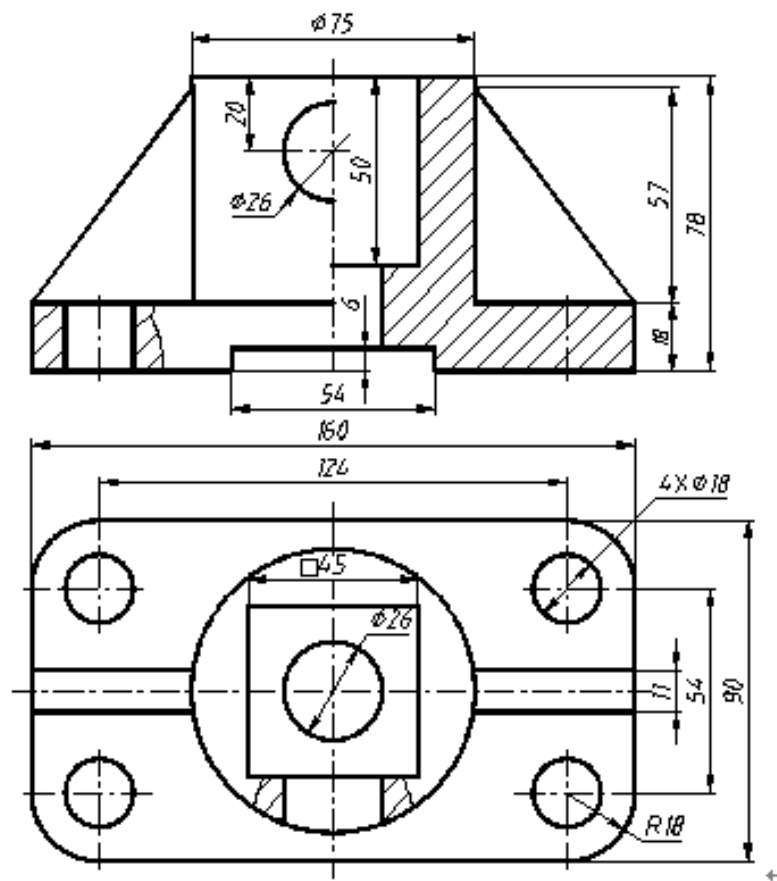

图 4-20 组合体剖视图 (一)
1. 绘制如图 4-20 所示的组合体剖视图，要求绘制图框和标题栏。